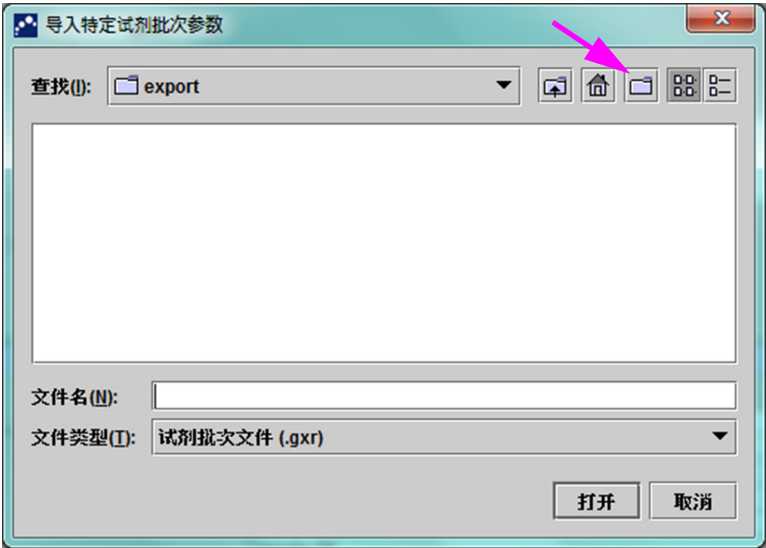

图 2-96. “导入试剂特定批次参数”对话框
4. 使用查找：文件查看区域（参见图 2-96）找到并选择之前从技术支持部门获得的 .gxr/.nxr 文件，然后单击**打开**。新批次编号出现在“试剂批次特定参数”对话框中。单击“试剂批次特定参数”对话框中的**关闭**以返回到“定义检测法”窗口。